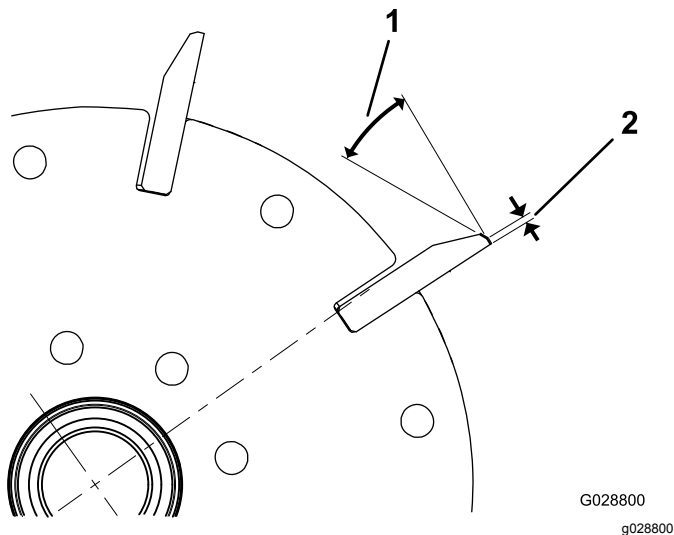

图25
1. 对所有滚刀棱面进行 30° 铲磨直至棱面宽度达到 1.3mm 图25。